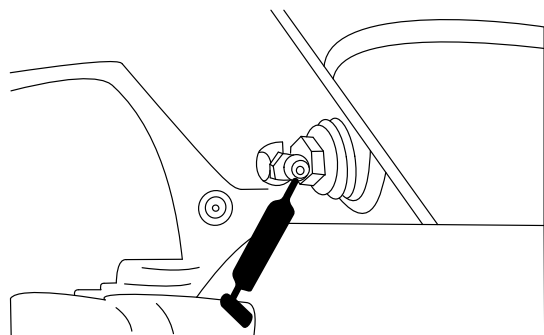

Figura 50
- Perno del ponte posteriore (Figura 50).